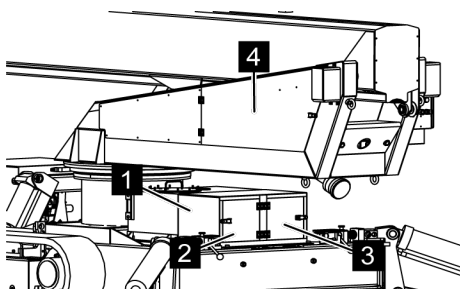

Fig. 137: Capot des vannes à deux voies
2. ➔ Ouvrir les portes (Voir la Fig. 137/2 et 3) et enlever complètement le capot (Voir la Fig. 137/1).
3. ➔ Ouvrir la porte (Voir la Fig. 137/4).